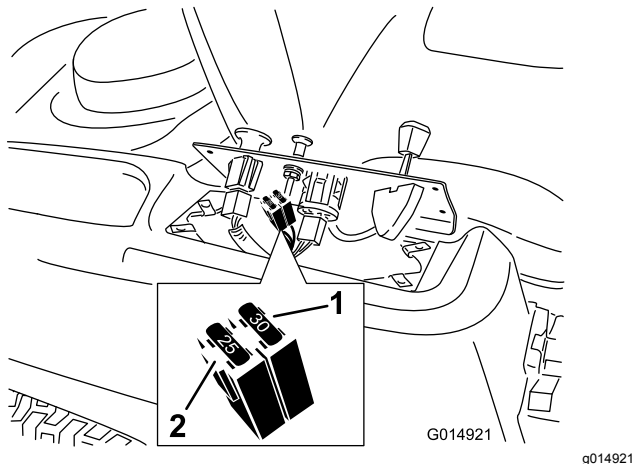

Figura 52
2. Levante el panel de control para tener acceso al arnés de cables principal y al bloque de fusibles (Figura 52).
3. Para cambiar un fusible, tire del fusible para retirarlo (Figura 52).